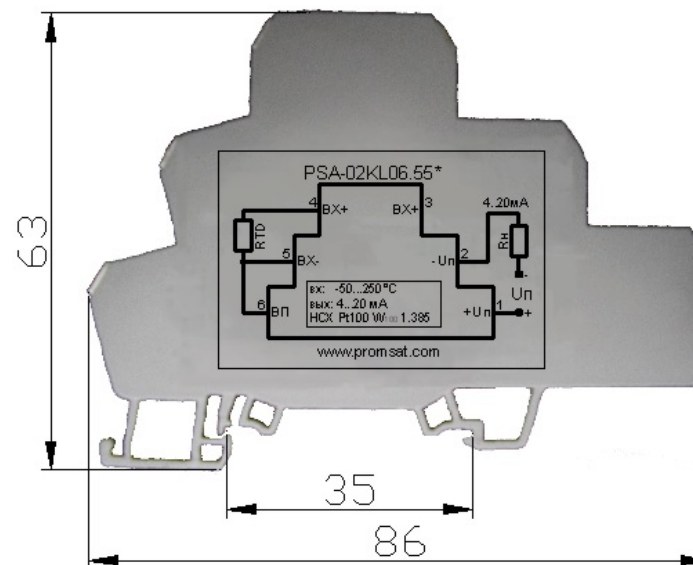

Рис. 4.3 Габаритные и установочные размеры преобразователя
- 4.4 Габаритные и установочные размеры преобразователя представлены на рис. 4.3.